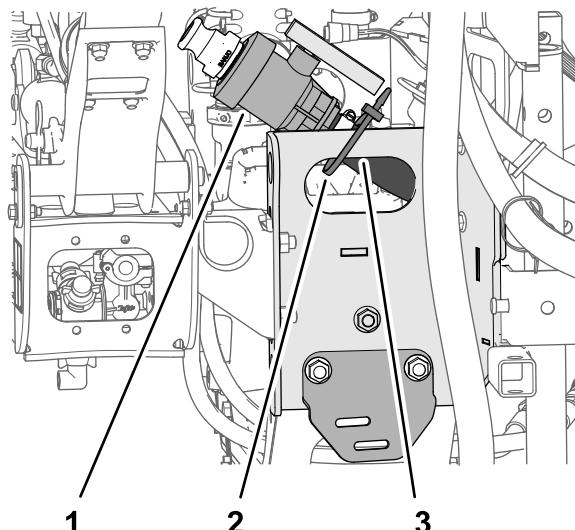

**Figure 12**
- 9. Poussez la bêquille de sécurité sur la tige du vérin et appuyez bien les pattes d'extrémités contre l'extrémité du corps du vérin et l'extrémité de la tige du vérin (Figure 12).